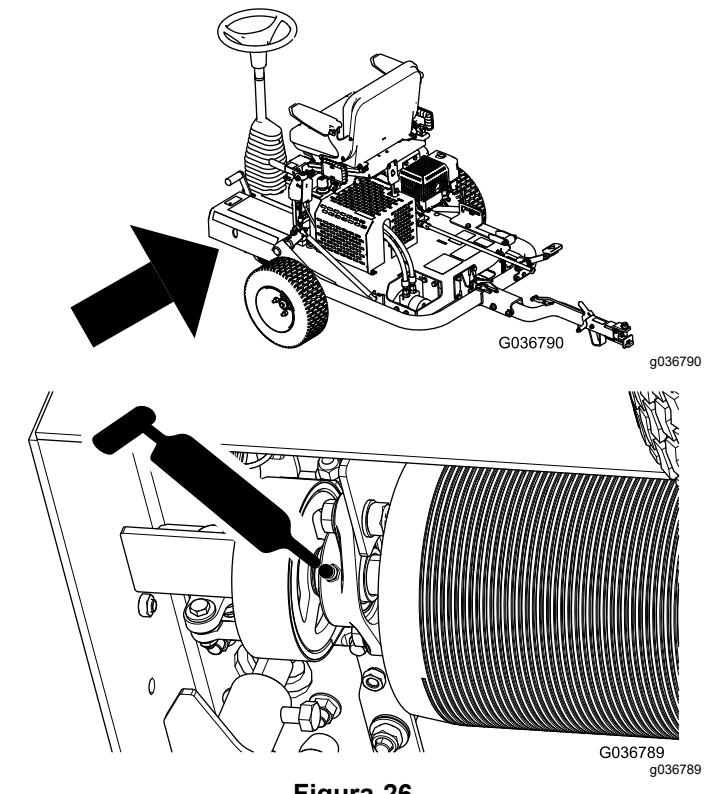

Figura 26
3. Coloque lubrificante no bocal tal como se mostra na Figura 26.